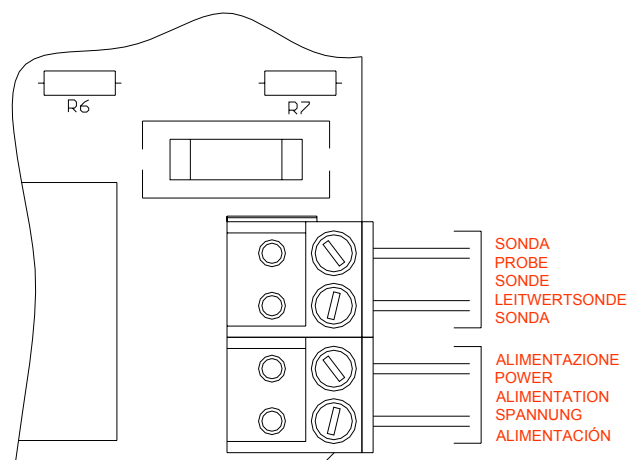

Abb. 3
- Schließen Sie daraufhin die Klemme wieder am Stromkreis an und montieren Sie das Vorderteil der Pumpe mit Hilfe der Befestigungsschrauben; für die Verkabelung siehe Abb. 3.